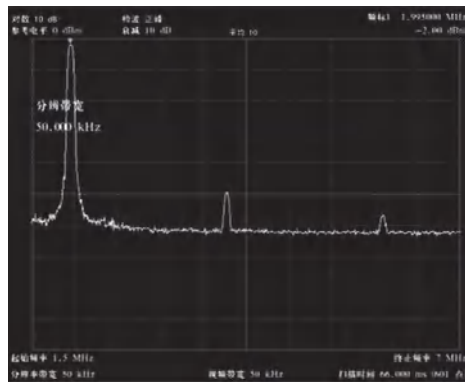

图3-17 被测信号基波和谐波测量
- c) 按【频率】键、[起始频率]1.5MHz、[终止频率]7MHz;如图3-17所示,基波和二次、三次谐波显示在屏幕上。